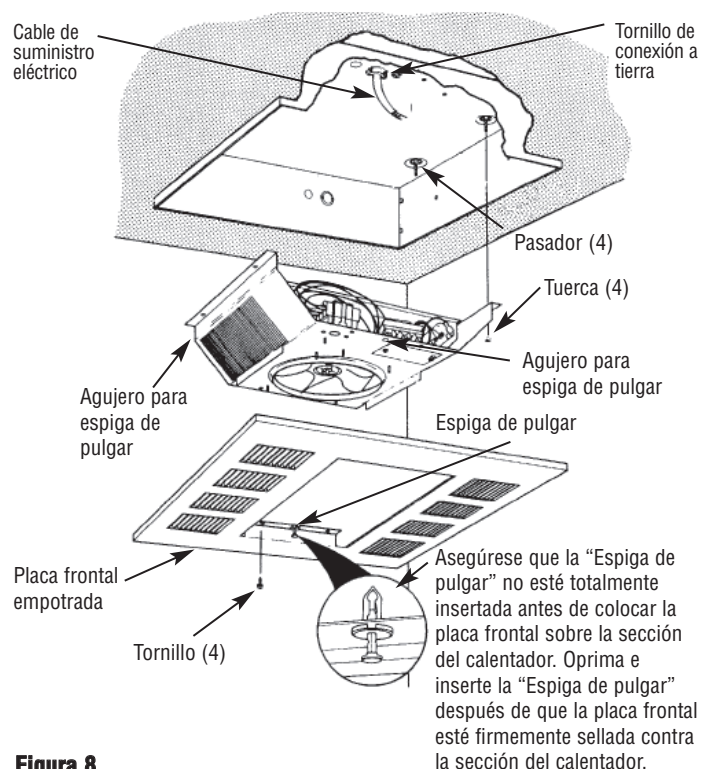

Figura 8
12. Coloque la sección del calentador sobre los pasadores en la caja de montaje empotrado (Figura 8).
EL CALENTADOR SE PUEDE CAER SI NO SE INSTALAN LAS CUATRO TUERCAS DE MONTAJE (VEA LA FIGURA 8).
17. Instale y apriete firmemente cuatro tornillos (suministrados) para fijar la placa frontal empotrada en la sección del calentador (Figura 8).